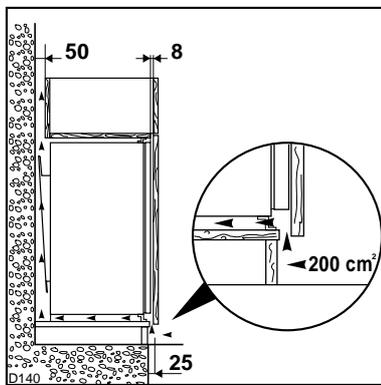
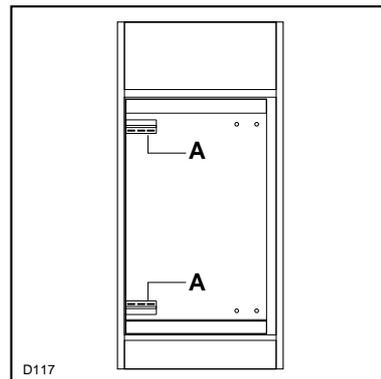

Fig. 1
Fig. 4
Las dimensiones del espacio para la colocación del aparato en un mueble columna deben corresponder a aquellas indicadas en la tabla. La entrada del aire se efectúa desde la parte inferior a través de las hendiduras de la rejilla inferior fijada al mueble del aparato y mediante una apertura prevista en la base del mueble columna cuyas dimensiones mínimas son 200 cm² (Fig. 1).
La entrada del aire se efectúa desde la parte inferior a través de las hendiduras de la rejilla inferior fijada al mueble del aparato y mediante una apertura prevista en la base del mueble columna cuyas dimensiones mínimas son 200 cm² (Fig. 1).
Colocación del aparato en el espacio columna (Fig. 4)
Colocar el aparato en el interior del espacio columna, apoyándolo a la pared interna del espacio correspondiente al lado de apertura de la puerta (Fig. 4); asegurarse de que el aparato con la puerta cerrada esté 8 mm más adentro respecto al límite anterior del espacio columna (Fig. 1). Con los 6 tornillos en dotación, fijar la rejilla de ventilación inferior y cubrefuga superior (los agujeros están ya predispuestos).
El dispositivo está constituido por la guía (A), por los tarugos (B), por los tornillos de fijación y por las tapitas que cubren los tarugos (C). Para la fijación de la guía (A), perforar la puerta como se indica en la Fig. 4.